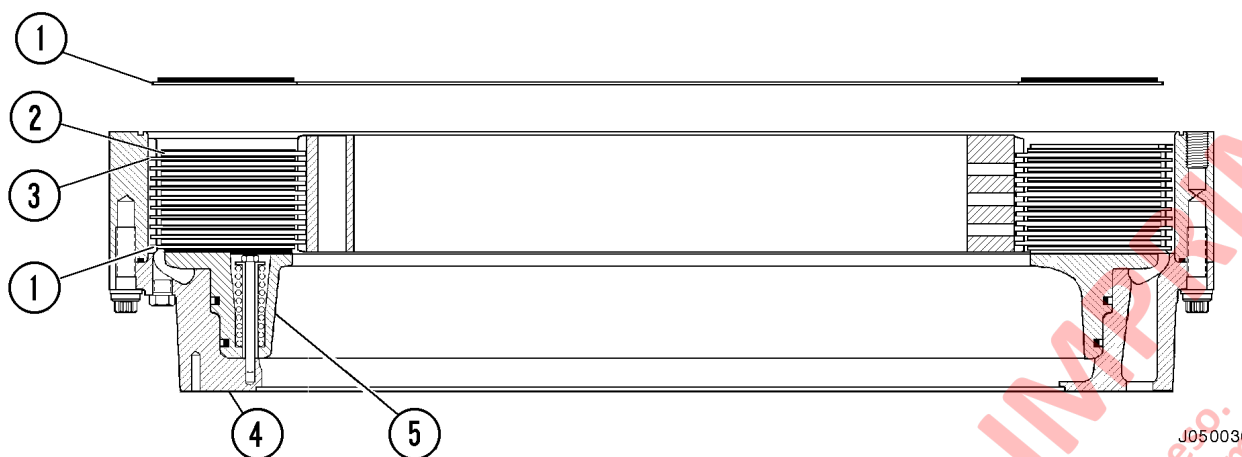

FIGURA 5-10. INSTALACIÓN DEL PAQUETE DE DISCOS
- Inserte el disco amortiguador (1, Figura 5-10) en el engranaje de corona y en el engranaje interno con el material de fricción (hacia abajo) mirando el pistón.
- Inserte el disco de fricción (2) en la parte superior del amortiguador.
- Instale una placa separadora (3).